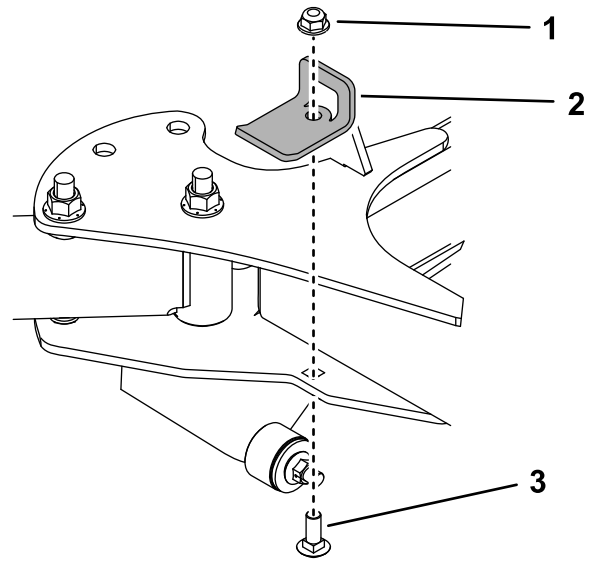

Figure 9
- Avec un boulon de carrosserie ($\frac{3}{8}$ x 1 po) et un contre-écrou ($\frac{3}{8}$ po), installez les supports de butée de chaque côté de la machine (Figure 9). Serrez le boulon à un couple de 37 à 45 N·m (27 à 33 pi-lb).